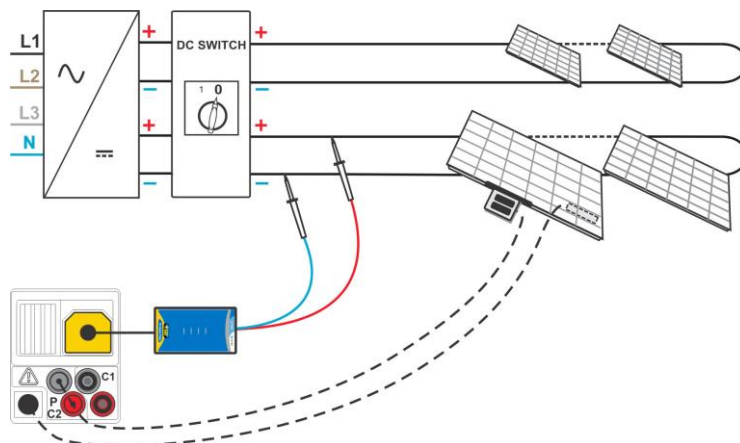

Abbildung 6.22: Uoc/Isc Prüfung
- Schließen** Sie den Prüfling an (siehe Abbildung 6.22).